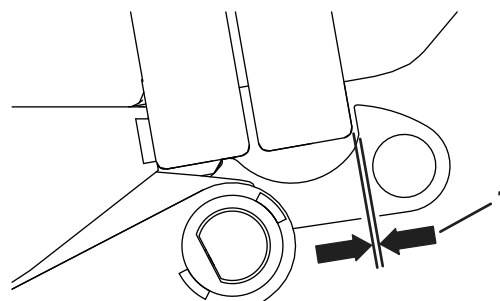

图 5
4. 检查挂钩与关闭的料斗门之间的间隙。确保间隙为 2mm 必要时进行调节 图 5。